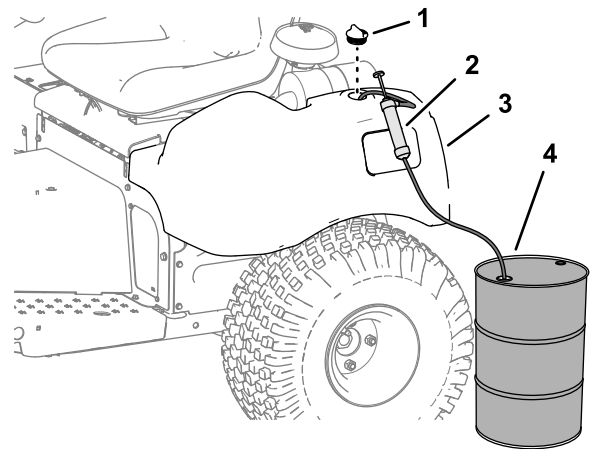

Bild 46
1. Nehmen Sie die Kappe vom Hydraulikbehälter ab (Bild 46).
2. Pumpen Sie das Hydrauliköl vom Behälter ab (Bild 46).